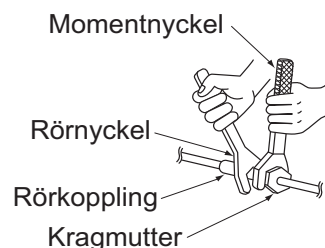

Bild 14
- Använd både skiftnyckel och momentnyckel, som visas i bilden, när rören ansluts eller kopplas loss från enheten. (Se bild 14)